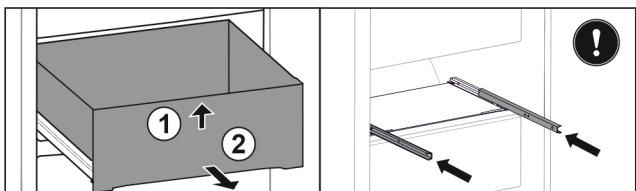

Fig. 158
- Приподнимите выдвижной ящик спереди. Fig. 158 (1)
- Извлеките выдвижной ящик движением вперед. Fig. 158 (2)